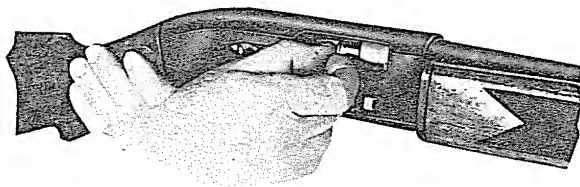

Fig. 11
- c) Attraverso la finestra di espulsione (tav. 2° - O) mettere una cartuccia nell'alloggio dell'otturatore (fig. 11) (o meglio introdurre la cartuccia anche parzialmente nella camera della canna) e premere il bottone dello svincolo (A) per chiudere l'otturatore.
- c — through ejection port insert shell (fig. 11) placing its end towards or lightly inside chamber; chamber shell by pressing in carrier latch button to close the bolt.
- c — insérer par la fenêtre d'éjection une cartouche; (mieux, l'introduire légèrement dans la chambre); presser le poussoir du levier d'arrêt de l'élévateur pour fermer la culasse mobile (fig. 11)*